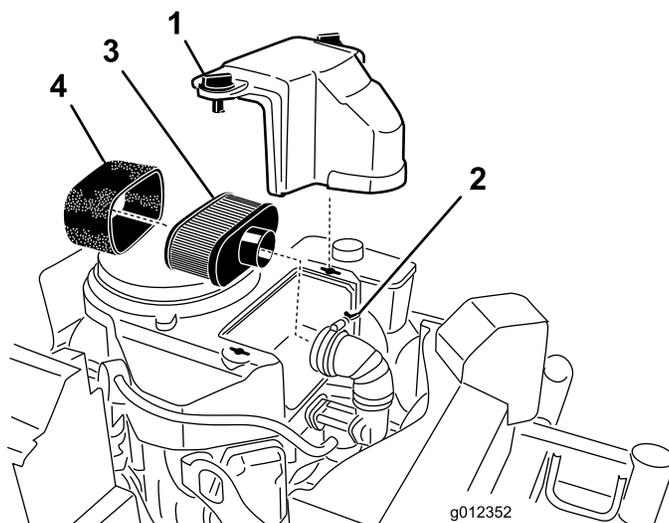

Figura 40
3. Para evitar qualquer dano, limpe à volta do filtro de ar para impedir a entrada de impurezas para o interior do motor (Figura 40).
4. Desaperte os manípulos da tampa e retire a cobertura do filtro de ar (Figura 40).
5. Desaperte a braçadeira de tubo e retire a estrutura do filtro do ar (Figura 40).
6. Retire cuidadosamente o filtro de esponja, passando pelo filtro de papel (Figura 40).
1. Não limpe o filtro de papel, substitua-o (Figura 40).
1. Coloque cuidadosamente o filtro de esponja, passando pelo filtro de papel (Figura 40).
2. Coloque a estrutura do filtro do ar na base do filtro do ar ou tubo e prenda-a (Figura 40).
3. Coloque a cobertura do filtro de ar na respectiva posição e aperte o manípulo da tampa (Figura 40).